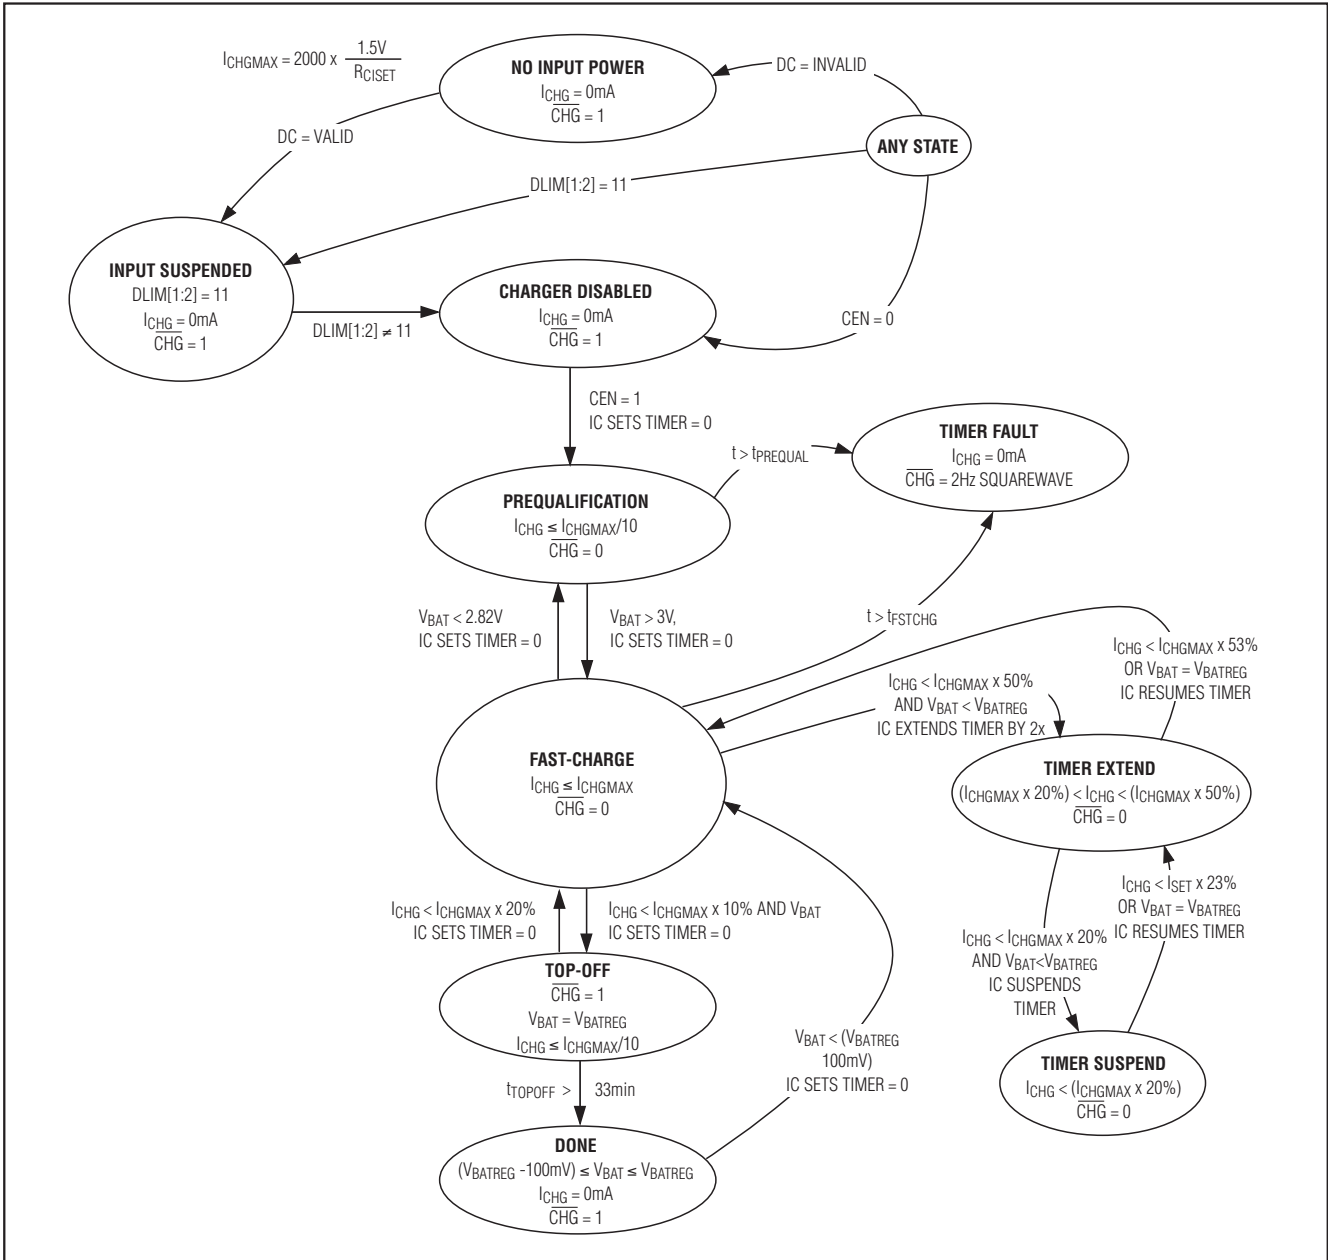

图3. Li+/锂聚合物充电状态流程图
- 电池充电过程完成时终止充电, 如图2和图3所示。
$\overline{CHG}$ 是漏极开路、低电平有效的充电器状态输出。如图2和图3所示, 充电器处于预充或快充状态时,  $\overline{CHG}$ 置低。在以上任一状态下, 定时器计数超时,  $\overline{CHG}$ 以2Hz速率闪烁指示故障状态, 并在CEN置低、断开DC或设置DLIM[1:2] = 11复位充电器之前始终保持这一故障指示。
如图3所示, 故障定时器可防止电池被无限制地充电。在预充模式中, 充电时间为内部固定的33分钟。